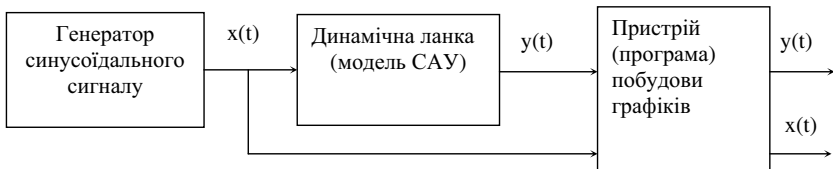

Рис. 16. Схема лабораторного обладнання для дослідження САУ
Схема лабораторного обладнання (рис. 16) виглядає так:
На рис. 16 $x(t) = x_m \cdot \sin(\omega t)$, $y(t) = y_m \cdot \sin(\omega t + \varphi)$.
1. Зняти і побудувати $A(\omega)$ і $\varphi(\omega)$, скориставшись схемою рис. 16, динамічних ланок: $W_4(s) = \frac{K_4}{1+T_1 \cdot S}$; $W_5 = \frac{K_5}{S \cdot (1+T_5 \cdot S)}$; $K_4=2$, $T_4=0,3$; $K_5=4$; $T_5=0,5$;